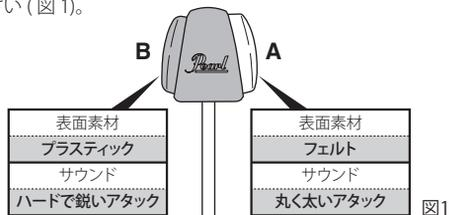

図 1
スタンダードなフェルト (A) とハードなプラスチック (B) の 2 つの面をもつビーターです。お好みに合わせて使い分けてください (図 1)。